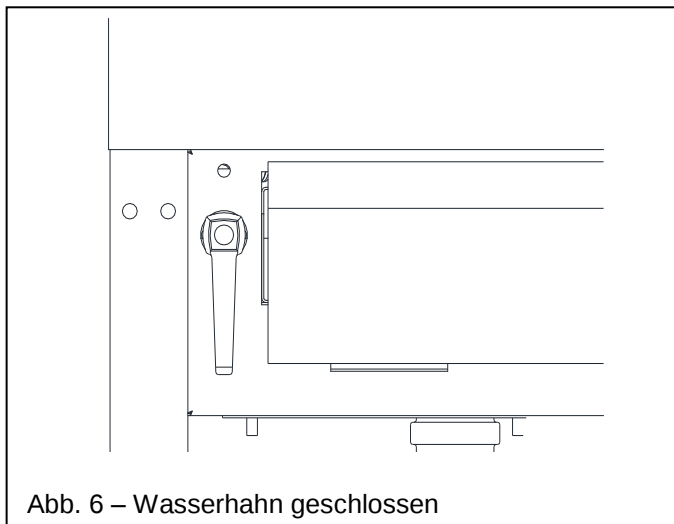

Abb. 6 – Wasserhahn geschlossen
6.1 Open Wassereinlassventil (Abb. 6 – 7)